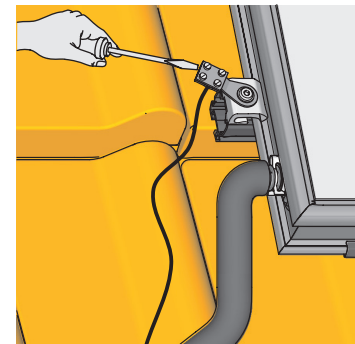

Fig. 3-45 Connecting equipotential bonding cable
3. Tighten the screws of the equipotential bonding terminal Fig 3-45).